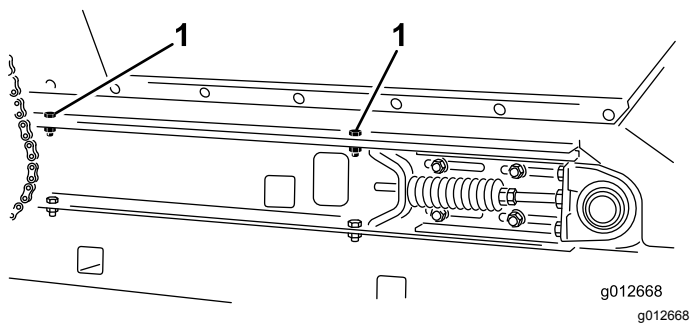

图25
2. 在机器的两侧卸下将料斗固定至滑行机架轨道上的 2 个平头螺丝、2 个垫圈和 2 个锁紧螺母 图25。